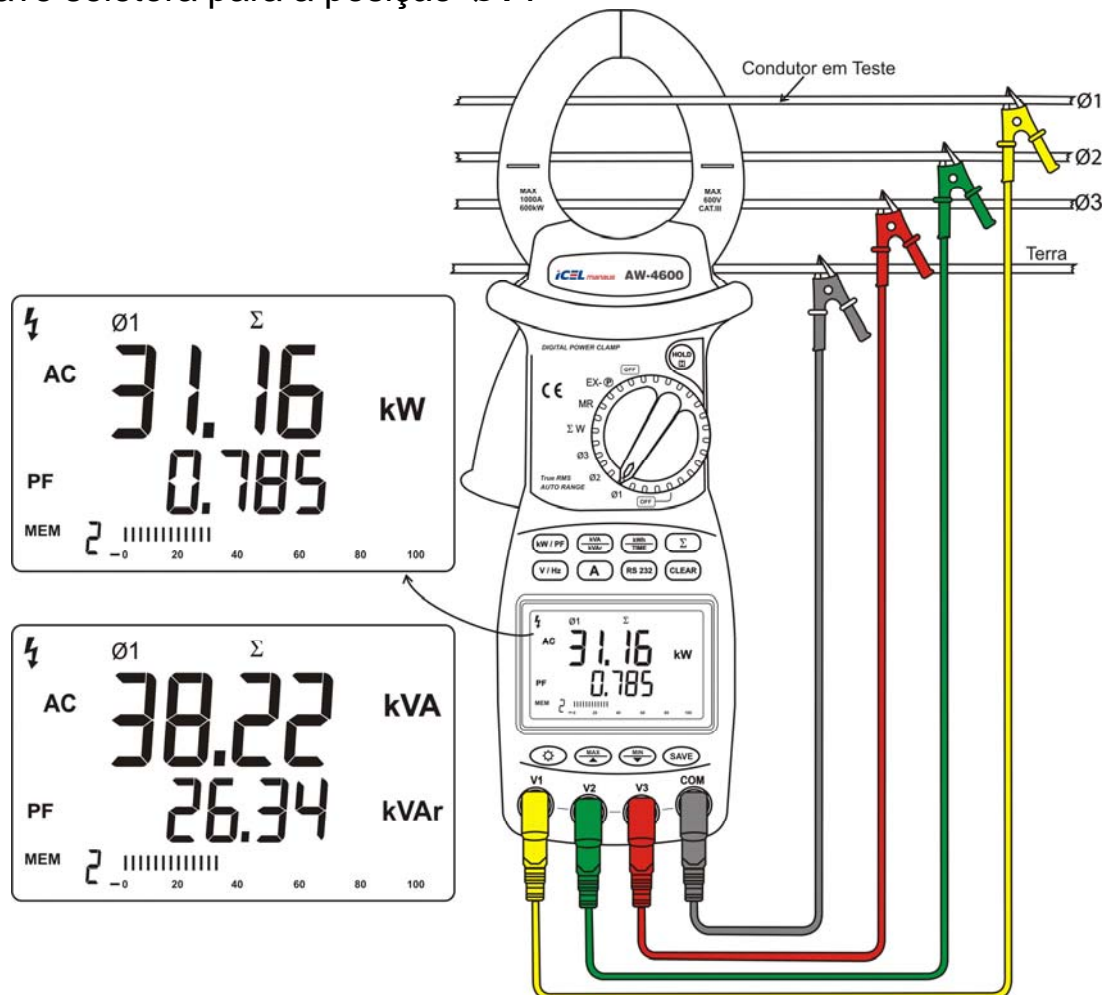

Figura 5.4.1
a. Conecte as pontas de prova no AW-4600 de acordo com a tabela do item 4.3 da página 7.
b. Conecte a garra jacaré preta no fio terra e as outras nas fases do circuito a ser medido, conforme a **figura 5.4.1** abaixo e então gire a chave seletora para a posição '**Ø1**'.